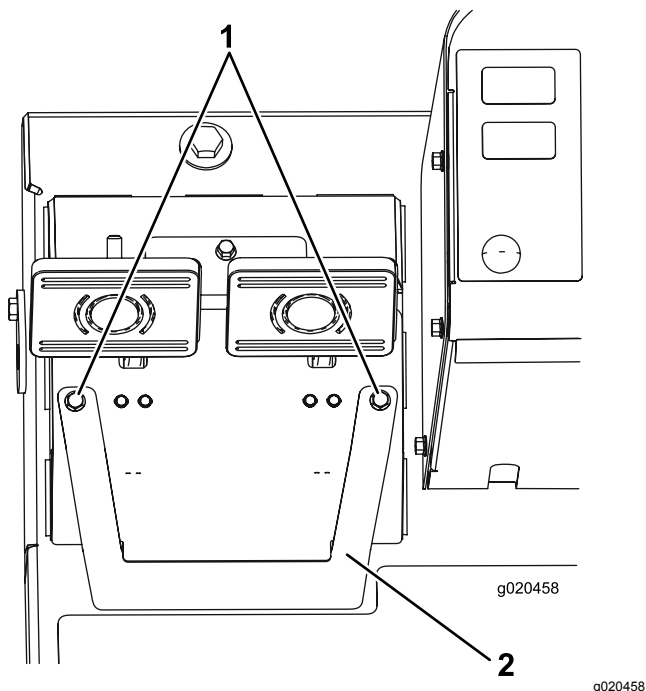

Figure 94
- A. Desserrez les 2 vis de montage et déposez le couvercle de réglage des freins (Figure 94).